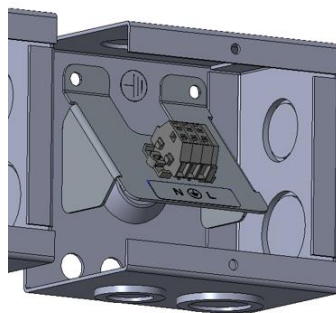

Fig. 48 Bornier dans la boîte de dérivation
- D. Faire passer les câbles d'alimentation extérieurs dans le presse-étoupes et les fixer au bornier se trouvant dans la boîte de dérivation (figure 48).